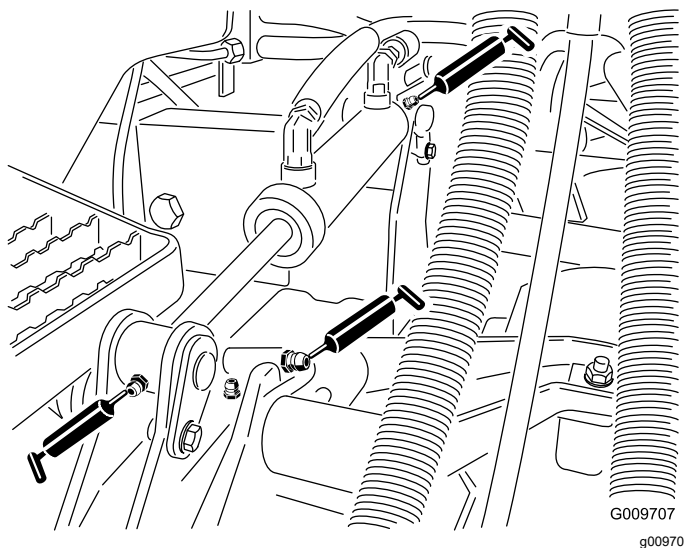

Рисунок 39
- Втулки подъемных рычагов (по 1 шт. на режущий блок), как показано на Рисунок 39
- Втулки подъемных цилиндров (по 2 шт. на режущий блок), как показано на Рисунок 39